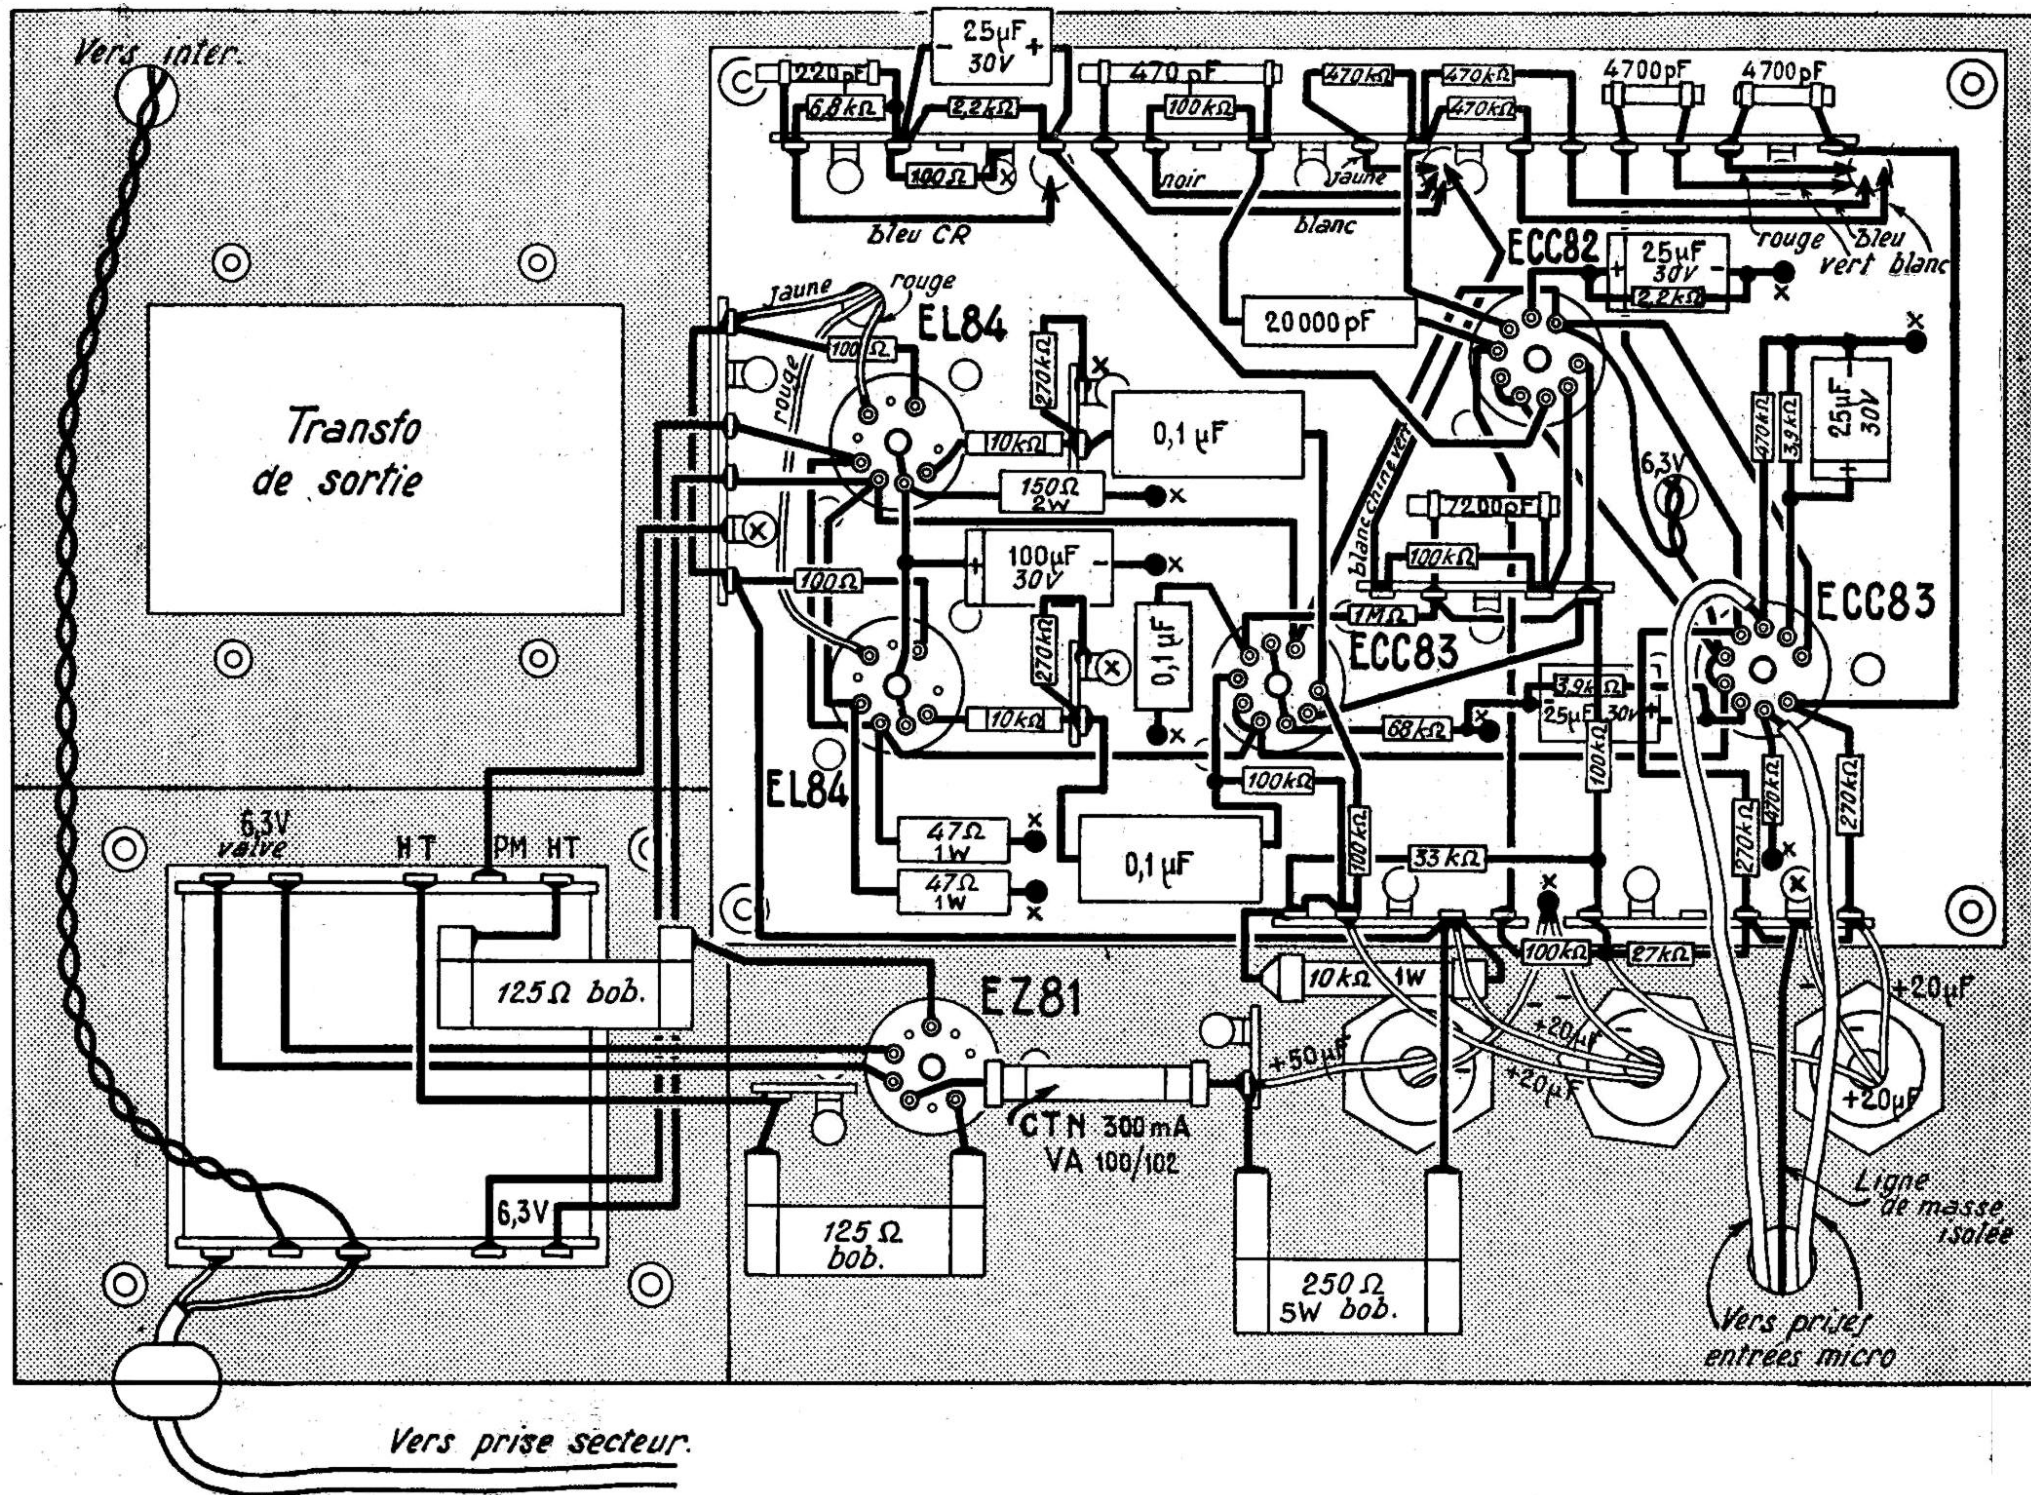

Fig. 3. - Câblage de la partie inférieure du châssis.
3. On remarquera l'utilisation de plusieurs barrettes relais fixées sur la plaquette châssis dont la partie inférieure est visible sur la figure 3. Ne pas oublier les différentes prises de masse à la plaquette châssis, selon le câblage du plan, étant donné que cette plaquette est montée en suspension souple, donc isolée du châssis principal par les rondelles de caoutchouc. Le fil de masse des prises coaxiales d'entrée micro est isolé par du soupliso et soudé à la plaquette.